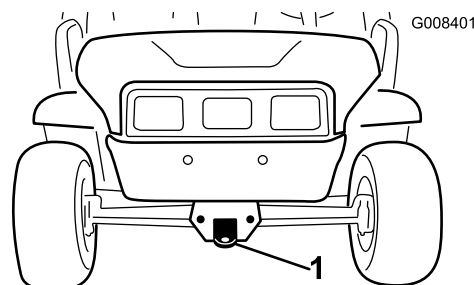
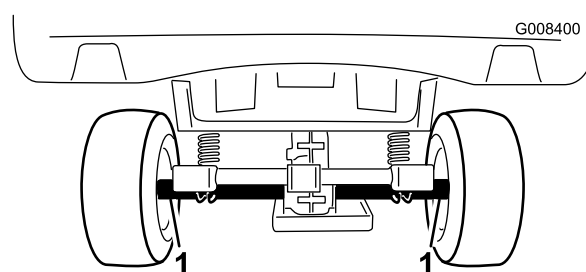

Figure 21
Figure 22
Utilisez des rampes d'une seule pièce pour charger la machine sur une remorque afin de la déplacer sur une longue distance. Arrimez solidement la machine sur la remorque. L'emplacement des points d'attache sur la machine est indiqué à la Figure 21 et la Figure 22.
2. Accrochez un câble de remorquage à la flèche d'attelage à l'avant du cadre de la machine (Figure 21).